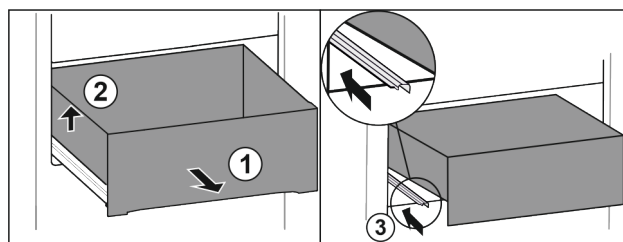

Fig. 84
- ▶ Tirer le tiroir jusqu'en butée. Fig. 84 (1)
- ▶ Soulever le tiroir sur la gauche. Fig. 84 (2)
- ▶ Rentrer le rail de gauche. Fig. 84 (3)